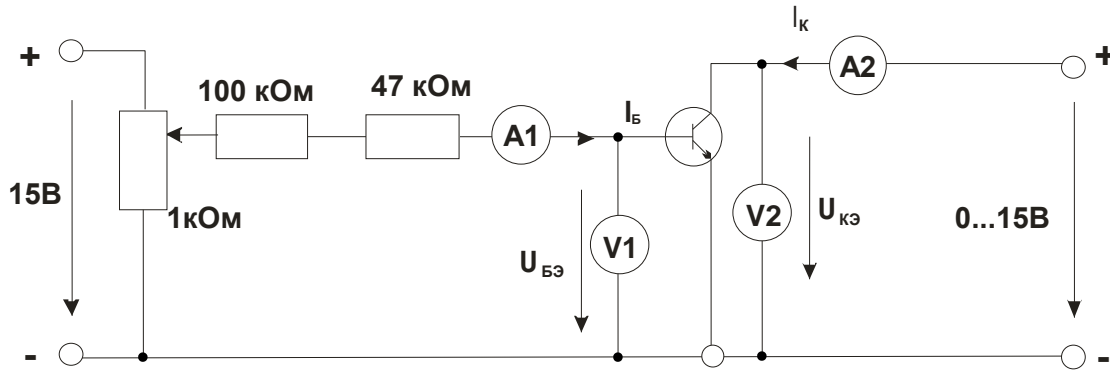

Рис.4.3.1
- Соберите цепь согласно схеме (рис.4.3.1). Потенциометр 1 кОм используется для регулирования тока базы, резисторы 100 и 47 кОм – для ограничения максимального тока базы. Измерение тока базы I_B и напряжения $U_{БЭ}$ производятся мультиметрами на пределах 200 μA и 2 В соответственно. Регулирование напряжения $U_{КЭ}$ осуществляется регулятором источника постоянного напряжения, ток коллектора I_K и напряжение $U_{КЭ}$ измеряются виртуальными приборами (пределы измерения коннектора изменяются в ходе работы по мере необходимости или по подсказкам компьютера).